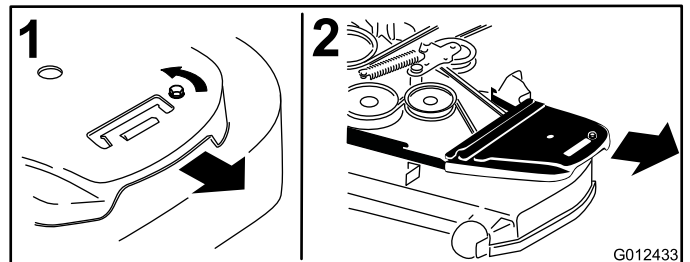

Figura 55
4. Retire las cubiertas de las correas y los pernos que están sujetos a las mismas (Figura 55).